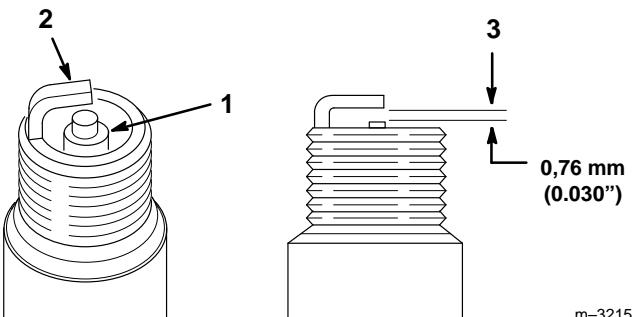

Figure 31
1. Inspecter le centre des bougie(s) (Fig. 31). Si le bec de l'isolateur est recouvert d'un léger dépôt gris-brun, le moteur fonctionne correctement.
2. Contrôler l'écartement entre l'électrode centrale et l'électrode latérale (Fig. 31). Courber l'électrode latérale (Fig. 31) si l'écartement est incorrect.